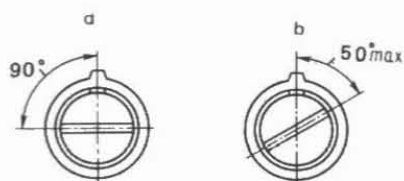

Fig. 2-88. Instalación de los casquillos limitadores en los tornillos de regulación del sistema de ralentí del carburador 2107-1107010:
- embuta en los tornillos los casquillos limitadores de plástico, orientando las estrías de los casquillos respecto a los salientes de ajuste tal como se representa en la fig. 2-88.